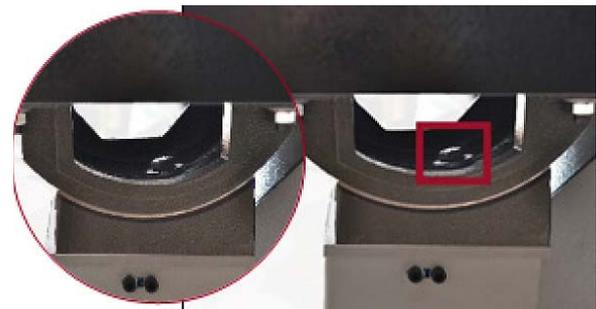

Abb. 6: Montage der Arbeitsfläche
Schritt 2: Die Halterung dem Gestell entsprechend befestigen sowie ausrichten, wie in Abbildung 6 gezeigt, und die Bolzenschrauben, angezeigt durch den Pfeil, festschrauben.
Zur Änderung der Neigung der Arbeitsfläche muss die Schraube, Abbildung 6, leicht gelöst werden. Die Arbeitsfläche neigen. Die Neigung kann von der entsprechenden Stricheinteilung abgelesen werden.
Die Bolzenschrauben, siehe Abbildung 6, ist die einzige Verbindungskomponente zwischen Arbeitsplatte und Gestell der Maschine.